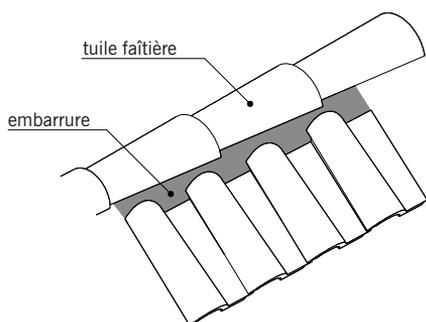

fig. 7.46
■ L'**embarrure** (fig. 7.46) : ouvrage en mortier garnissant l'espace entre le dernier rang de tuiles et le bord des tuiles faitières.